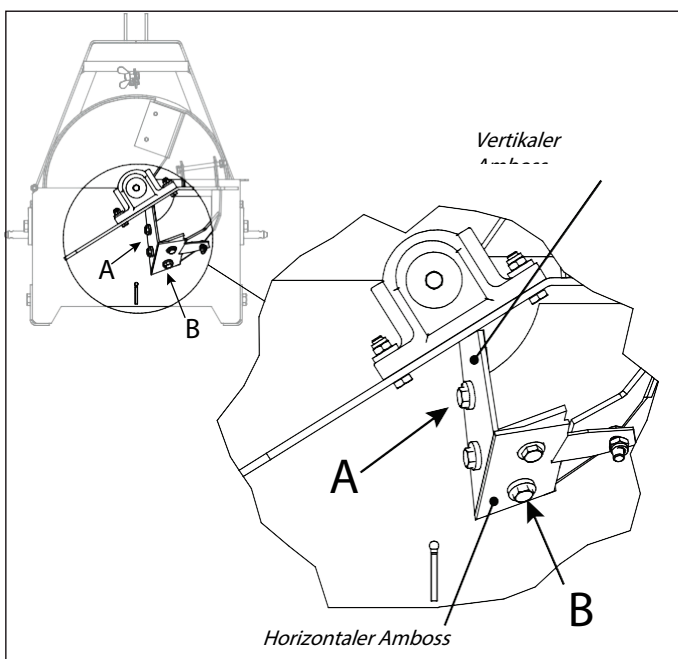

Abb. 16: Ambossbefestigungsschrauben
Der Häcksler ist mit einem vertikalen und einem horizontalen Amboss ausgestattet. Um die Ambosse zu entfernen, öffnen Sie die Befestigungsschrauben (A) und (B) (M12). Die Befestigungsschraube des horizontalen Ambosses (B) befindet sich unterhalb der Zufuhröffnung. Abb. 16: